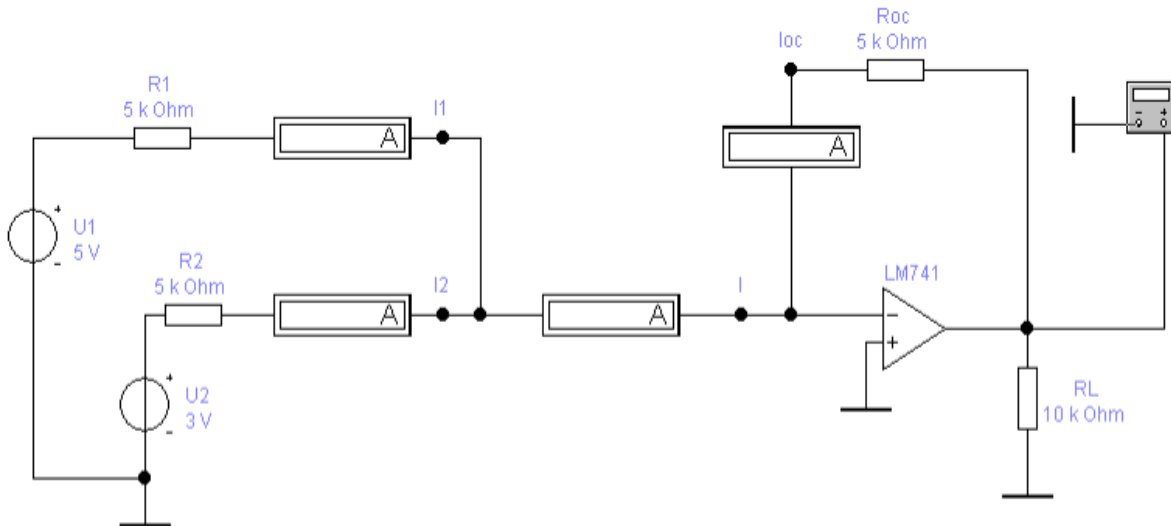

Рисунок 6.3 - Схема сумуючого підсилювача
В сумуючому підсилювачі рис. 6.3, якщо вхідні струми та напруги зміщення рівні нулю, тоді виконуються наступні співвідношення:
- 7 Скласти схему рис. 6.3.